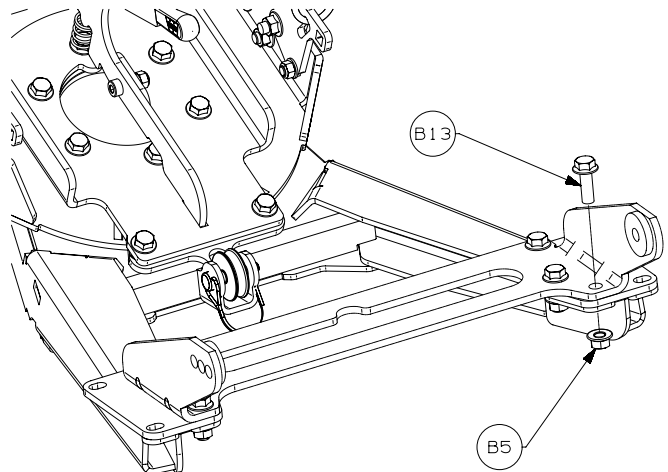

Figure 7
11. La bride de montage se trouve dans le kit de montage de lame. Positionner la bride de kit de montage de lame sur le tube poussoir. Poser les fixations (B5, B13), tel qu'illustré à la figure 7, en les serrant aux couples indiqués.
12. Installer la poulie (A9) à l'aide de la goupille fournie avec le kit de poulie. Voir la Figure 7.